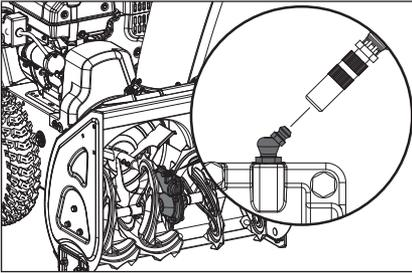

Figure 95
4. Fixez le pistolet graisseur au raccord zerk. (Fig. 95)